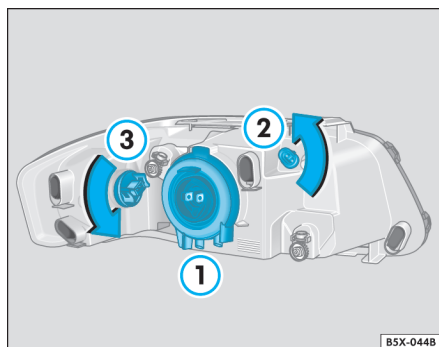

Fig. 126 Vista general de las lámparas
- Retire o soquete ⇒ fig. 126 ②, girándolo en el sentido de la flecha.
- Gire el soquete ⇒ página 170, fig. 126 ②, girándolo en el sentido horario.